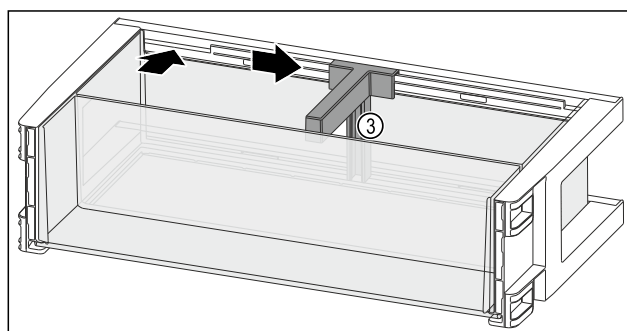

Fig. 145
- Insérer le range-bouteilles *Fig. 145 (3)* dans l'évidement.
- Pousser le range-bouteilles *Fig. 145 (3)* sur le côté en position souhaitée.